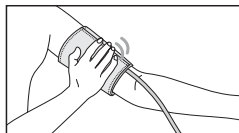

Рис.9
4. Застегните манжету так, чтобы она плотно облегла руку, но не перетягивала ее. Слишком тесное или, наоборот, слишком свободное наложение манжеты может привести к неточным показаниям (рис.9).